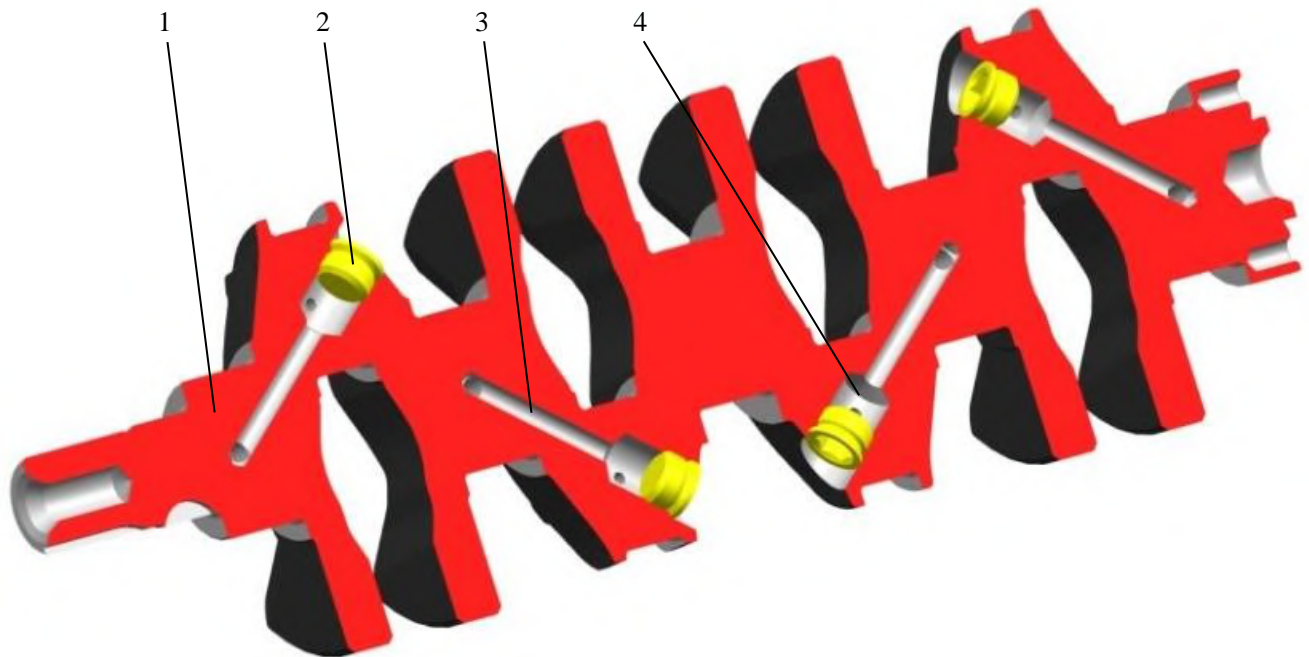

Abb. 129. Stopfen, Kanäle und Schmutzauffangkammern der Kurbelwelle:
4. Die Verschlusschrauben 2 (Abb. 129) der Schmutzauffangkammern 4 der Kurbelwellenhäse 1 herausdrehen und die Ablagerungen entfernen, wozu die Kammern und Kanäle mit einer auf 80 °C erhitzten Natronlauge (NaOH) und die Kammern 4 und Kanäle 3 mit einer Metallbürste gründlich reinigen. Die Hohlräume und Kanäle mit Kerosin spülen und mit Druckluft trocknen, anschließend die Stopfen mit einem Drehmoment von 37...51 N·m (3,8...5,2 kgf·m) wieder einschrauben, nachdem zuvor auf ihre Gewindefläche das anaerobe Dichtmittel „Stopor-9“ („Germikon-9“, „Euroloc 6638“) oder ein ähnliches Produkt auf.